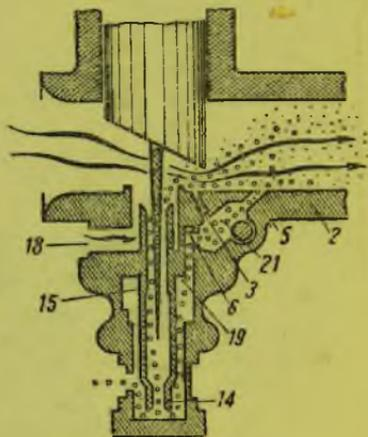

Рис. 94. Режим открытия дросселя от  $\frac{1}{8}$  до  $\frac{1}{4}$  его хода
Режим открытия дросселя от  $\frac{1}{8}$  его хода до  $\frac{1}{4}$  (рис. 94). Уже при подъеме дросселя до  $\frac{1}{4}$  его хода в работу начинает включаться главный жиклер (14), а сверления (3) и (5) соответственно уменьшают свое действие. Чем больше открывается дроссель, тем сильнее действует сверление (3) по сравнению со сверлением (5). Регулировка качества смеси на этом режиме зависит от выреза в дроссельной заслонке (рис. 95) и производится она на заводе. Очевидно, что с увеличением выреза смесь будет обедняться.